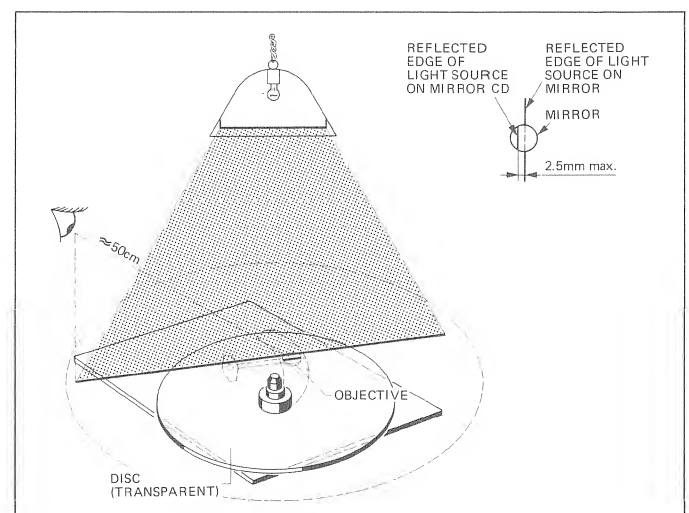

Fig. 4.20
- Placer le mécanisme sous une source de lumière rectiligne (par ex. un tube fluorescent). Amener le bras du capteur laser en position médiane et tourner le mécanisme de telle façon que le bras soit parallèle à la source de lumière (voir fig. 4.20).
- L'observation des deux réflexions de la source de lumière sur le CD-miroir et sur le miroir (comme indiqué en fig. 4.20) ne doit pas permettre de relever un déport latéral de plus de 2,5 mm.